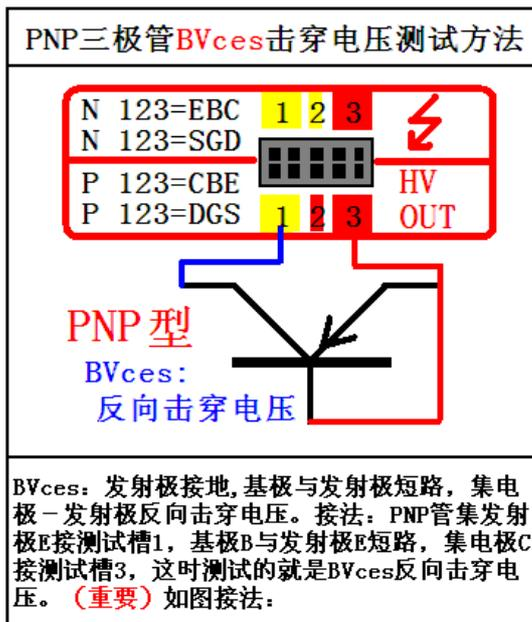
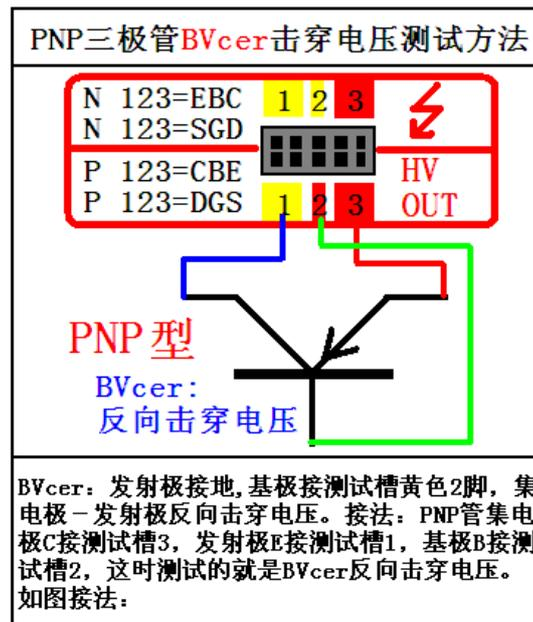

图 5
图 6
3、三极管 PNP 的测试方法, 有  $BV_{ces}$  和  $BV_{cer}$  的反向击穿电压 (耐压) 测试, 如下图 5 和图 6 所示